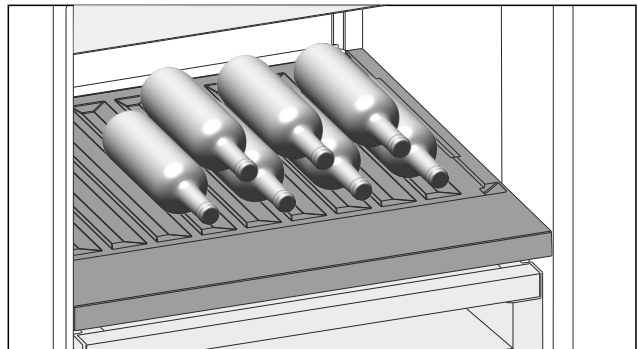

Fig. 134 Beispielhafte Darstellung
- ▶ Flaschen mit dem Boden nach hinten zur Rückwand einlegen. (siehe Fig. 134)